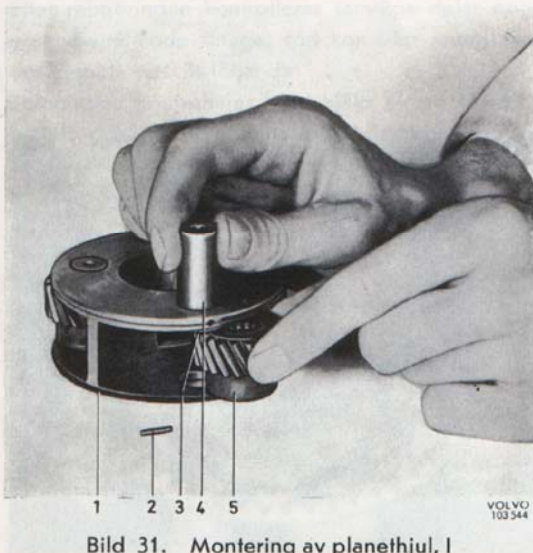

Bild 31. Montering av planethjul, I
1. Sätt nållagren och distansbrickorna i nållagren. Montera samman planethjulshållare, axlar, brickor och planethjul, se bild 31. Montera nya lås-stift.